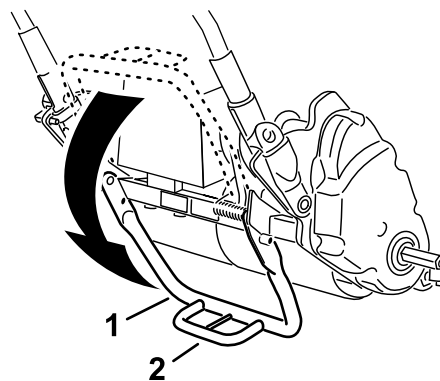

Figura 11
1. Con il piede, spingete verso il basso il centro dell'anello del cavalletto, quindi alzate il sostegno della stegola inferiore finché il cavalletto non ruota in avanti e sopra il centro (Figura 11).